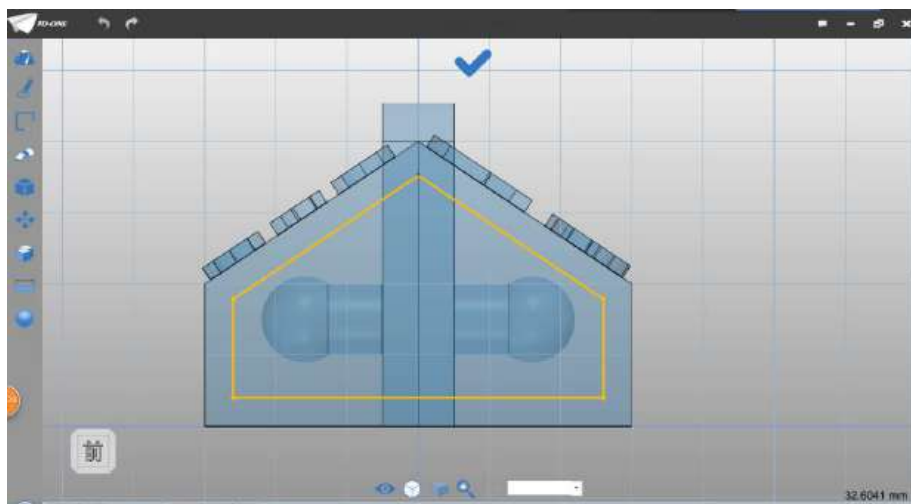

图 2-4
Step 4 把外围草图删除，保留内侧的草图，如下图 2-4 所示：